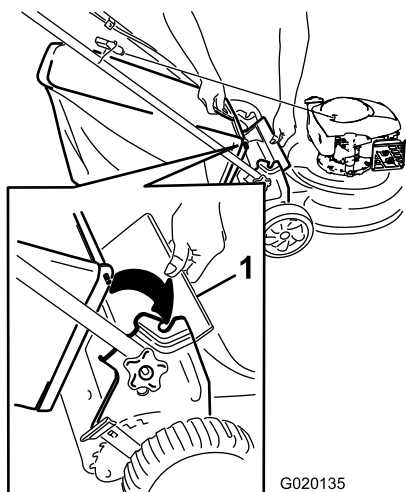

Figura 15
1. Tirate verso l'alto il deflettore posteriore (Figura 15).
2. Inserite la maniglia del cesto di raccolta negli incavi sulle staffe della maniglia, accertandovi che sia saldamente in posizione (Figura 15).